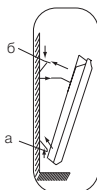

Рис. 6
(рис. 6):
- наденьте на кронштейн нижнюю часть конвектора при помощи специальных отверстий, расположенных в нижней части конвектора (рис. 6, а);
- наденьте верхнюю часть конвектора на кронштейн, зафиксировав его при помощи защелок на кронштейне (рис. 6, б);